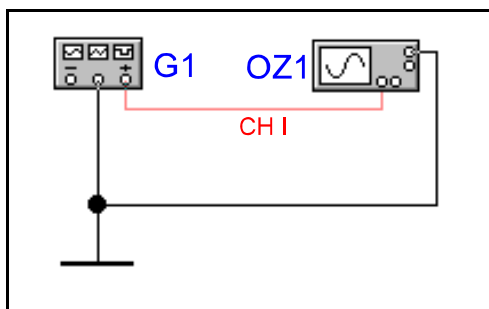

Abb. 1
8. Stellen Sie die Schaltung entsprechend Abb. 1 zusammen.